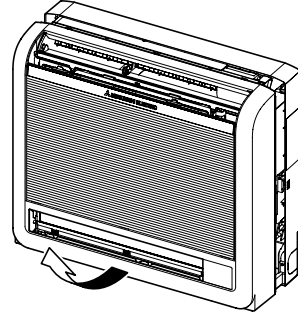

Fig. 3-4
- 4) Çıkarmak için ön ızgarayı kaldırın. (Fig. 3-4)